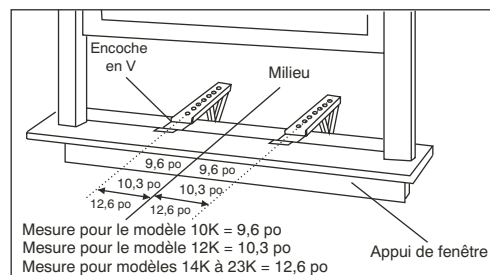

Fig. 11 - Pose des supports
- B. À l'aide du galon et d'un crayon, calculer le milieu de la largeur interne de l'appui de fenêtre, puis marquer les repères, comme le montre la (Fig. 11). Aligner l'encoche en V de chaque support sur les marques, puis visser les supports avec les vis 3/4 po fournies. Les supports doivent être perpendiculaires à l'appui interne de fenêtre. Voir (Fig. 11).